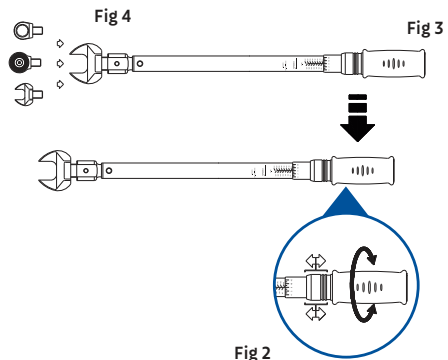

Fig 2
- Girar a empunhadura no sentido horário ou anti-horário (Fig. 2), até ler o torque requerido na escala principal impressa no tambor do torquímetro